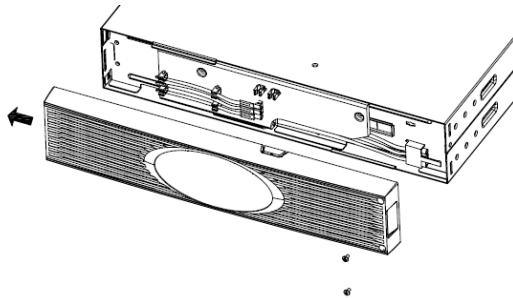

Abbildung 18: Entfernen der Frontblende vom Batteriepaket
1. Entfernen Sie die Frontblende jedes einzelnen Batteriepaketes (siehe Abbildung 18). Um die Blende zu entfernen, lösen und entfernen Sie die beiden Schrauben an der rechten Seite der Blende. Fassen Sie die Blende an zwei Seiten an, schieben Sie sie nach links und entfernen Sie sie vom Gehäuse.